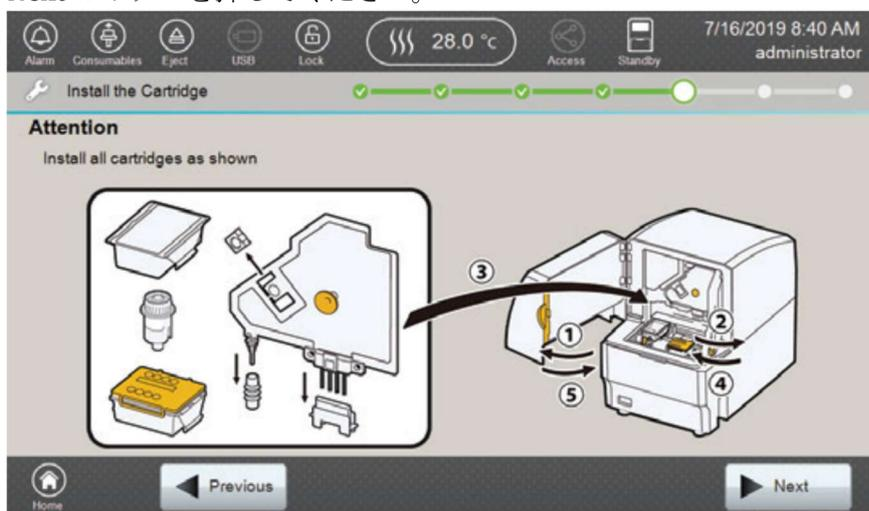

図 42 Install All Cartridges 画面
2. 画面上の手順に従って、それぞれの消耗品のバーコードをバーコードスキャナーで読み込んでください。Capillary Cartridge Information の画面の **Next** のボタンを押すと、ステータスインジケータが緑の点滅になると同時に **Autosampler is moving. Do not open door** という警告が表示されます。Install the Cartridge 画面（図 42）が表示されている時は、ステータスインジケータは緑の点灯に戻ります。
3. Install the Cartridge 画面（図 42）が表示されたらフロントドアを開けて全ての消耗品を装置にセットしてください。消耗品を個別に交換する場合は、セクション 3.2 の“それぞれの消耗品を個別に交換”を参照ください。
4. 全ての消耗品をセットしたら、装置のフロントドアを閉じてください。オートサンプラーがホームポジションに移動中は、ステータスインジケータがオレンジの点滅になります。ホームポジションへの移動が完了し、ステータスインジケータが緑の点灯になったら Install the Cartridge 画面（図 42）の **Next** のボタンを押してください。